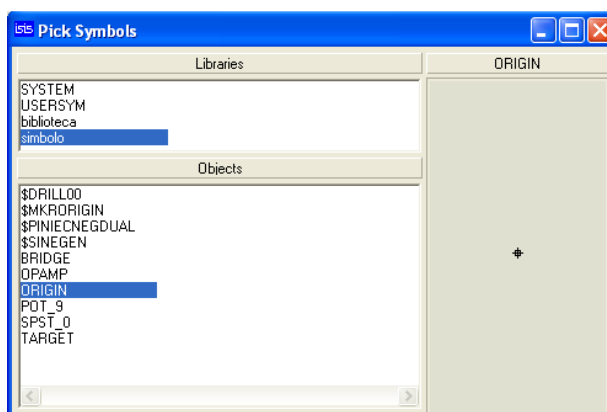

Figura 47: Janela **Pick Symbols**.
13. Insira a origem no símbolo. Selecione o ícone **Symbol mode**  em seguida, clique em P não seletor de objetos, abrirá a janela **Pick Symbols**, conforme figura 47. Selecione nas caixas de diálogo: